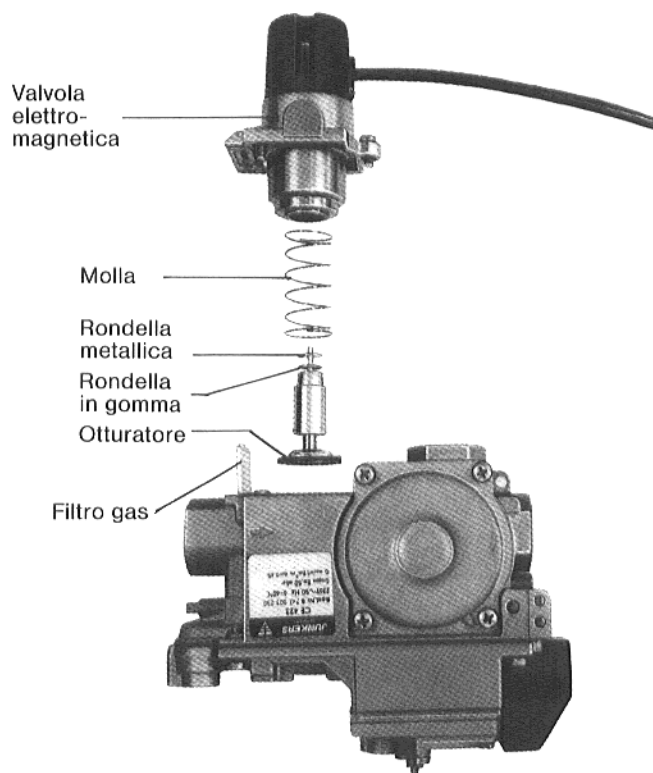

Fig. 23
Per lo smontaggio ed il rimontaggio della valvola elettromagnetica, l'apparecchiatura deve venire capovolta (Fig. 23).
- Reinscrivere il filtro e montare la valvola (vedi Fig. 23).